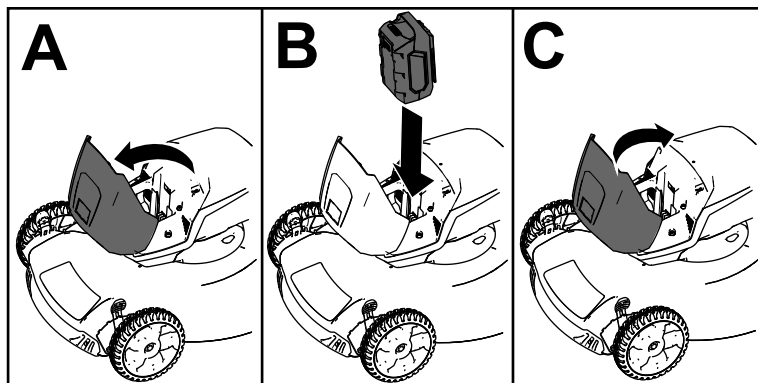

Figura 9
2. Sollevate il coperchio del vano batteria (A della Figura 9).
3. Allineate la cavità nel pacco batteria con la linguetta sulla macchina e fate scorrere il pacco batteria nel vano fino a quando non si blocca in posizione (B della Figura 9).
4. Chiudete il coperchio del vano batteria (C della Figura 9).